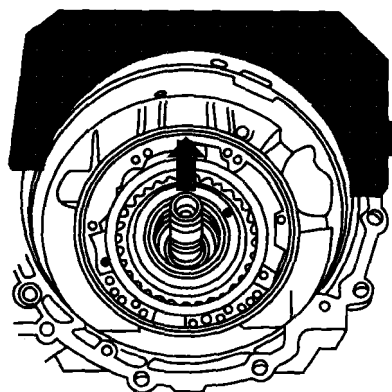

图5-18 拆下隔离管、 B_2 和所有离合器
(11) 向上提起涡轮轴,将隔离管、 B_2 制动片和所有离合器拔出,如图5-18所示。